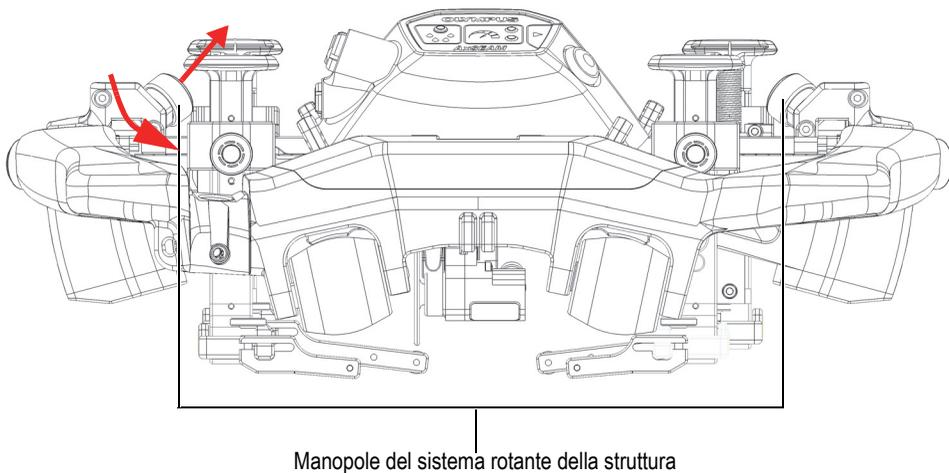

Figura 2-3 Manopole di regolazione della scansione circolare
1. Ruotare in senso antiorario le due manopole del sistema rotante della struttura (Figura 2-3 a pagina 42).